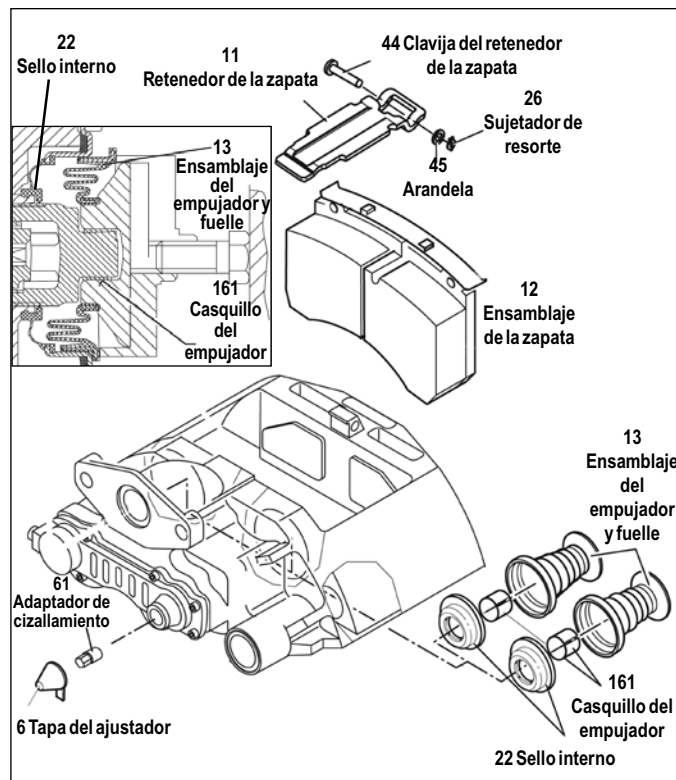

FIGURA 46 - VISTAS AMPLIADAS Y TRANSVERSALES DE ADB
5.4.5 Reinstalación. Antes de instalar la cámara de los frenos, la brida del activador (Consulte la figura 46, flecha "C") se debe limpiar e inspeccionar. Consulte el manual del vehículo. La taza esférica en la palanca (19) se debe engrasar con grasa blanca (número de pieza II14525 o K021964). Engrase la junta de caucho en la cámara.